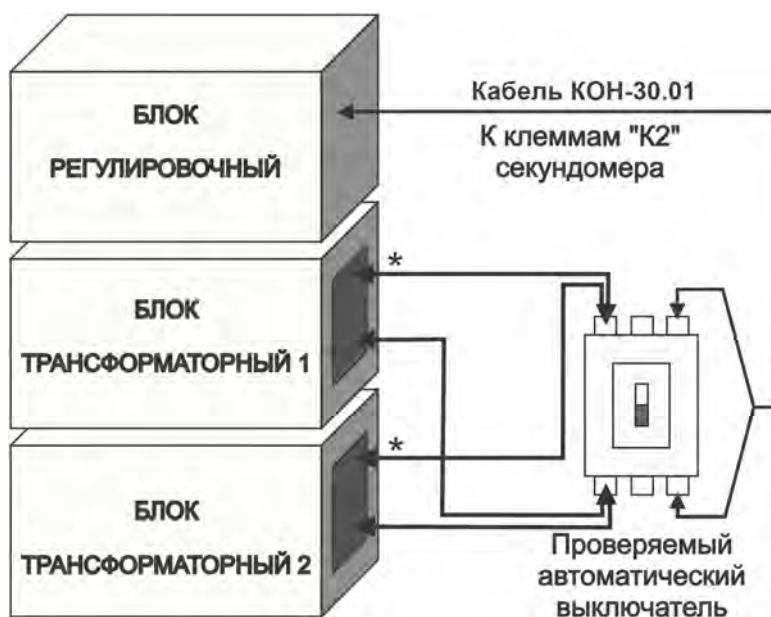

Рисунок 6.1 - Проверка автоматического выключателя
4) В меню «*Фиксация*» выбрать вариант «*По отсечке*», если не используются контакты секундомера «K2», либо «*по входу K2*», если используются (рисунок 6.1).
- 4) В меню «*Фиксация*» выбрать вариант «*По отсечке*», если не используются контакты секундомера «*K2*», либо «*по входу K2*», если используются (рисунок 6.1.).